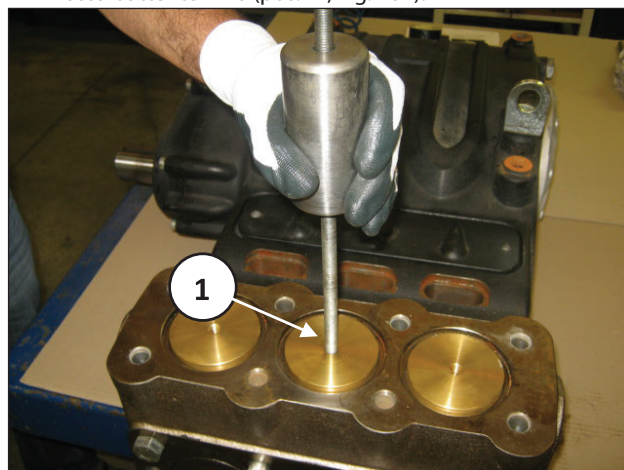

Fig. 102
- B) Estrarre i tappi valvola mediante l'utilizzo di un estrattore a massa battente M10 (pos. ①, Fig. 102).